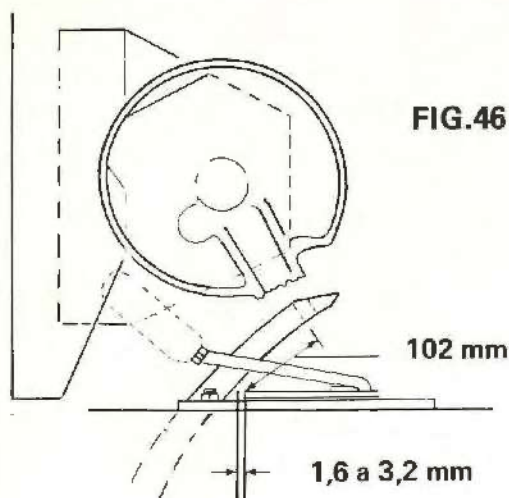
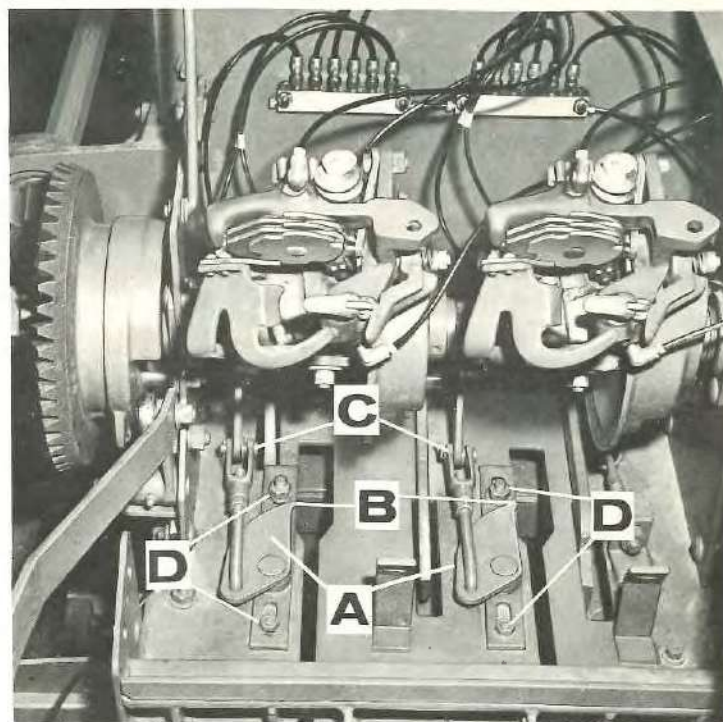

FIG.46
FIG.47
Il doit y avoir approximativement 1,6 à 3,2 mm de jeu entre le rayon intérieur des aiguilles et les pointes des doigts, quand le chas des aiguilles est environ à 102 mm au-delà de la pointe des doigts (Fig. 46). Ceci est la position synchronisée.
1. Avant tout réglage des doigts (A, Fig. 47), vérifier que les aiguilles sont correctement réglées. (Voir paragraphe "Réglage des aiguilles").
4. Tourner le volant dans le sens inverse des aiguilles d'une montre, jusqu'à ce que le chas des aiguilles soit environ à 102 mm au-delà des pointes des doigts (B, Fig. 47) comme montré à la Figure 46.
5. Déposer les goupilles fendues et les axes de chapes (C, Fig. 47) sur les doigts commandant les bielles.
6. Débloquer les écrous (D, Fig. 47) maintiennent les ensembles de doigts du canal de la presse, et déplacer l'ensemble jusqu'à ce qu'il y ait 1,6 à 3,2 mm de jeu entre les pointes des doigts et le rayon intérieur des aiguilles, puis rebloquer les écrous.